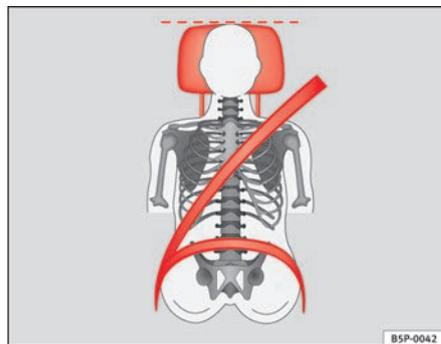
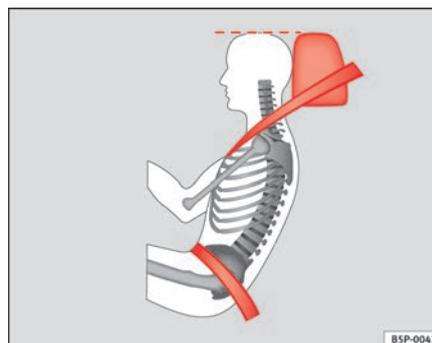

Fig. 83 Poggiatesta e cintura di sicurezza posizionati correttamente (visti da davanti)
Fig. 84 Posizione corretta del poggiatesta e della cintura di sicurezza (visti di lato)
- Regolare l'altezza del poggiatesta in modo che il suo bordo superiore venga a trovarsi allo stesso livello della parte superiore della testa ⇒ fig. 83 e ⇒ fig. 84.